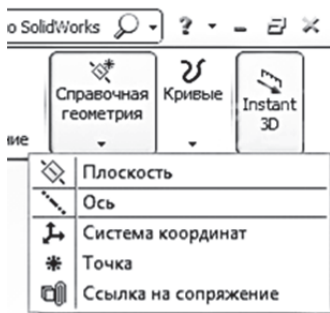
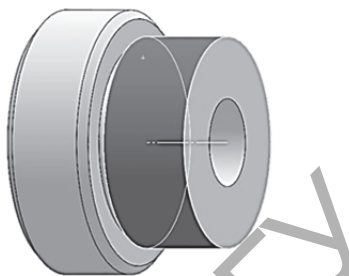

Рисунок 14.8
Рисунок 14.9
6. В разделе «Справочная геометрия» выберите команду «Ось» (рис. 14.8) и постройте ось, указав цилиндрическую поверхность (рис. 14.9).